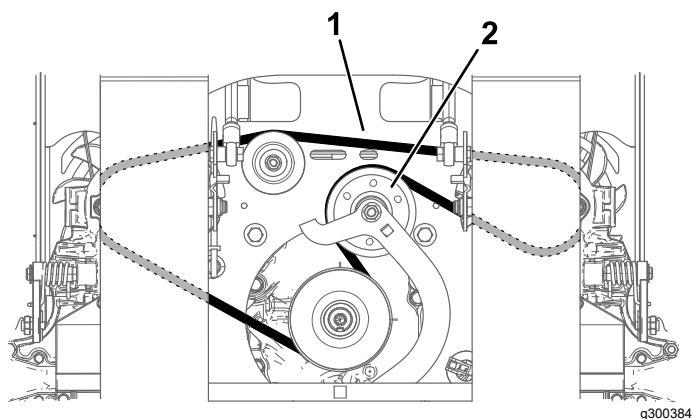

Figura 59
6. Retire la correa (Figura 59).
8. Instale la correa nueva, enrutándola alrededor de las poleas, como se muestra en la Figura 59.